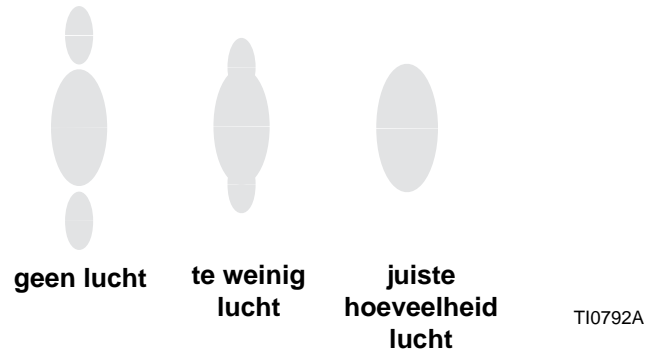

FIG. 6. Problemen met spuitpatroon
2. Zie FIG. 6. Stel de vernevelingsluchtdruk in op ongeveer 5 psi (0,35 bar, 35 kPa) als de trekker is ingedrukt. Controleer het spuitpatroon, voer dan de luchtdruk langzaam op totdat het staartdeel helemaal verneveld is en in het spuitpatroon wordt getrokken. Gebruik maximaal een luchtdruk van 100 psi (0,7 MPa, 7 bar) voor het pistool.